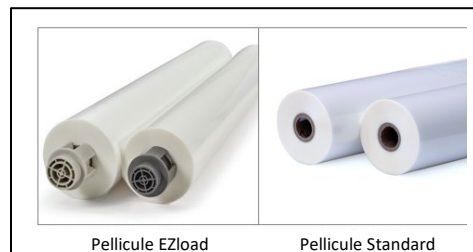

Figure 8
M. INSTALLATION D'UN ROULEAU DE PELLICULE : Le Pinnacle 27 utilise des rouleaux de pellicule standard tandis que le Pinnacle 27 EZload utilise une pellicule de plastification EZ Load. (Figure 8)